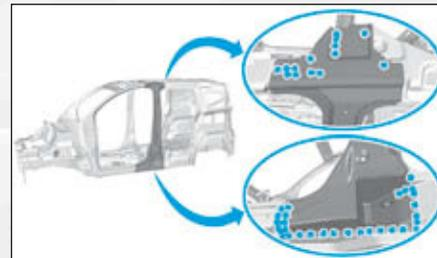
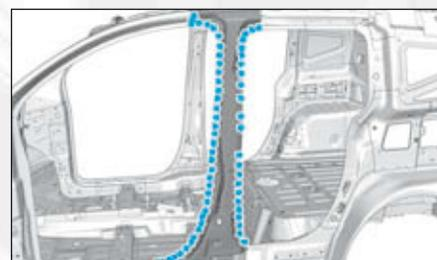

FIG.75
FIG.76
- les points (Fig.75) et (Fig.76).